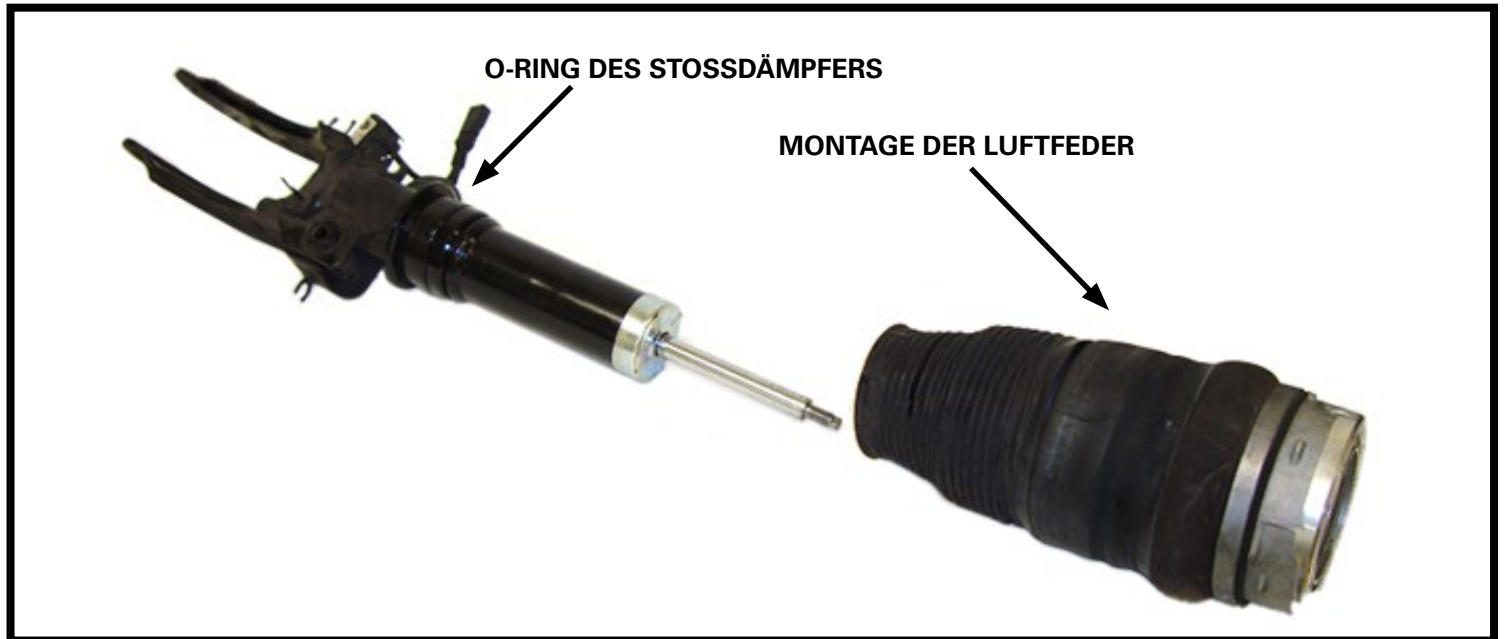

ABBILDUNG 20-4
4. LUFTFEDER VOM STOSSDÄMPFER ABNEHMEN. UNTEREN O-RING VOM STOSSDÄMPFER ENTFERNEN UND ENTSORGEN. (ABBILDUNG 20-4)